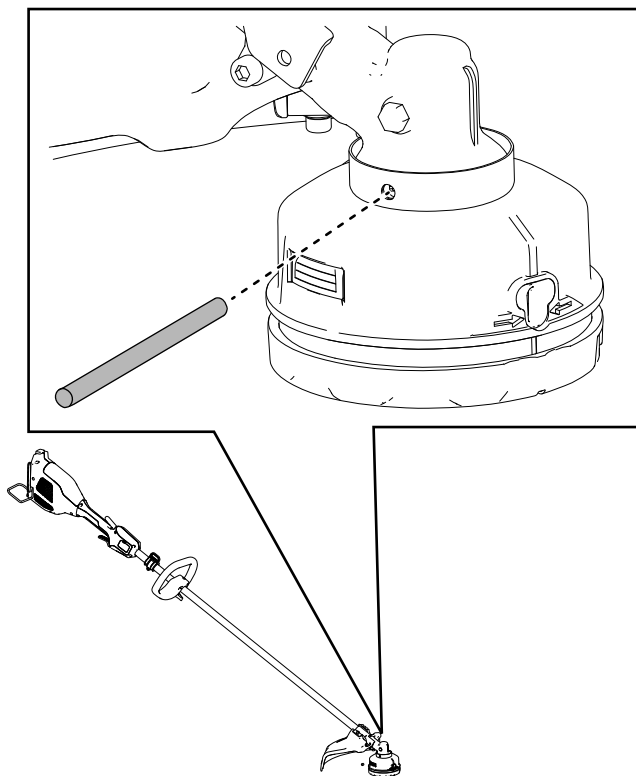

Figura 16
2. Aliniați orificiul din cupă cu cel de pe carcasa motocositorii (Figura 16).
3. Introduceți tija de metal inclusă prin cupă și în orificiul din carcasa motocositorii pentru a fixa capul motocositorii (Figura 16).